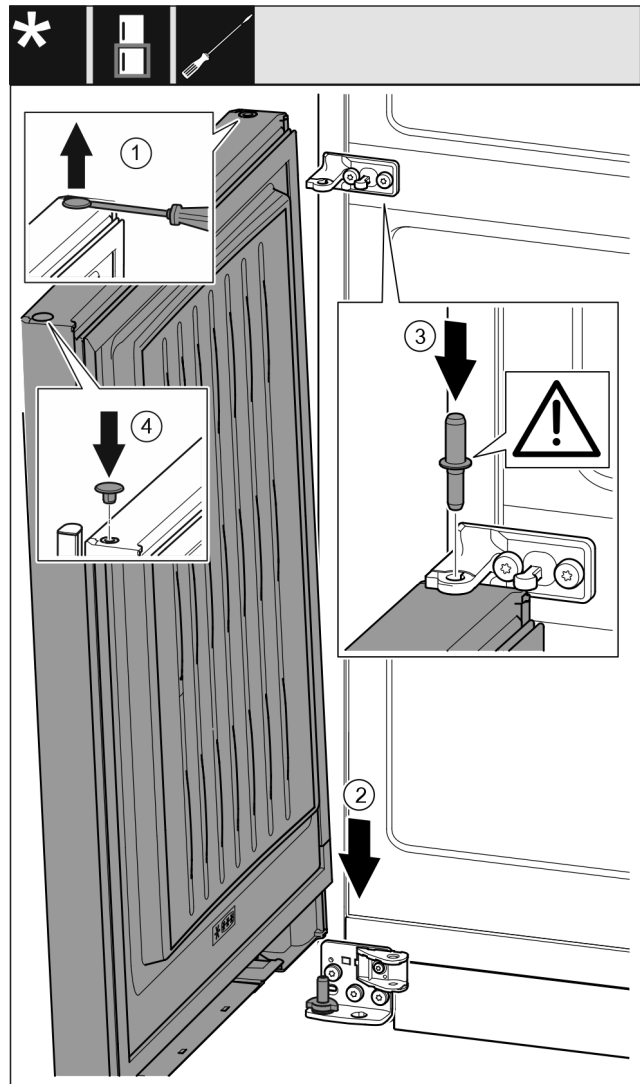

Fig. 48
- ▶ 将堵头 Fig. 48 (1) 用带槽螺丝刀小心地提起并将其拉出。
- ▶ 将冰箱门 Fig. 48 (2) 从上方将放在下面的轴承螺栓上。
- ▶ 将中间轴承螺栓 Fig. 48 (3) 通过中间托架放置在冰箱下方门内。同时注意止动凸轮需指向后方。
- ▶ 将堵头 Fig. 48 (4) 重新放入门的另一侧。